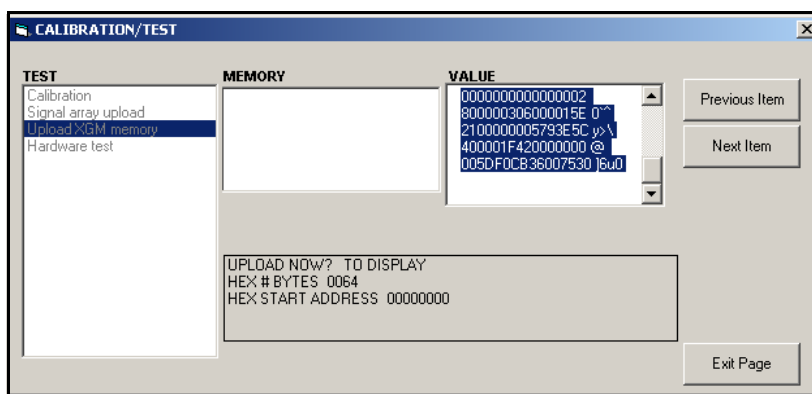

Рис. 14: Данные памяти XGF868i, отображаемые в приложении PanaView
- Если дважды нажать *To Display*, правая панель окна будет аналогична показанной на *рис. 14* внизу, а данные будут доступны для немедленной оценки. Нажмите [Exit Page], чтобы закрыть окно и возвратиться к меню *Calibration/Test*.